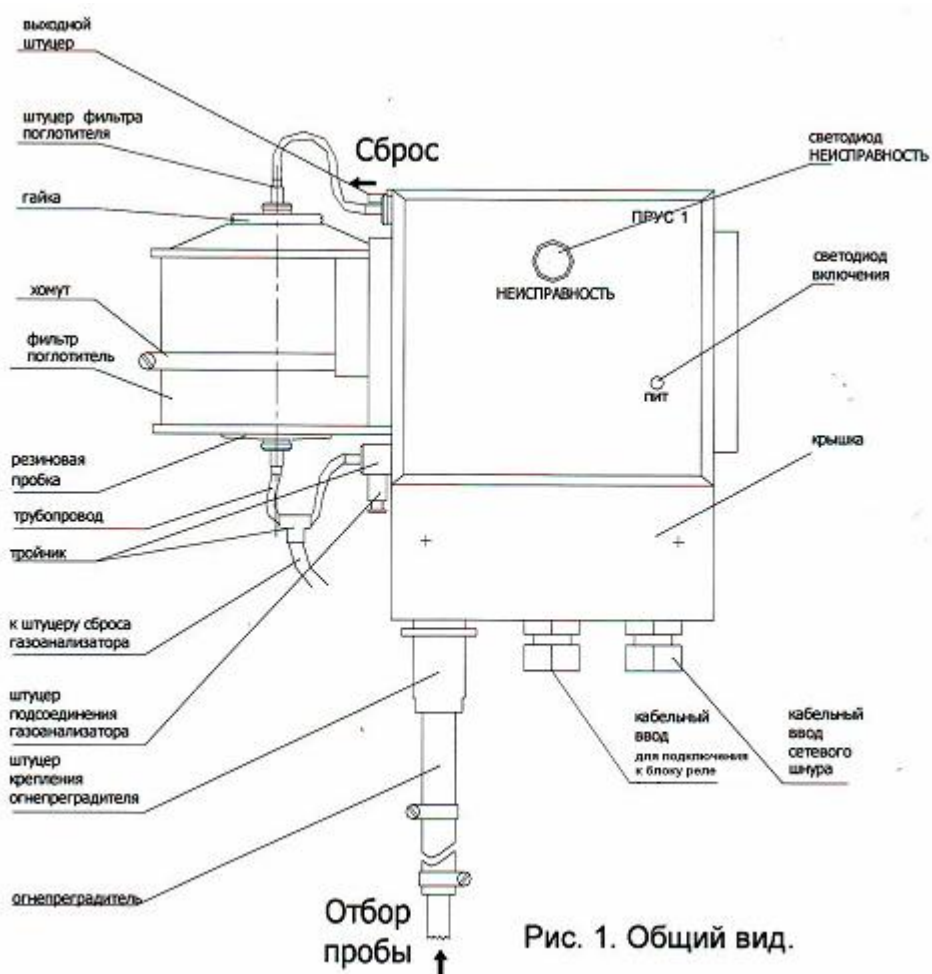
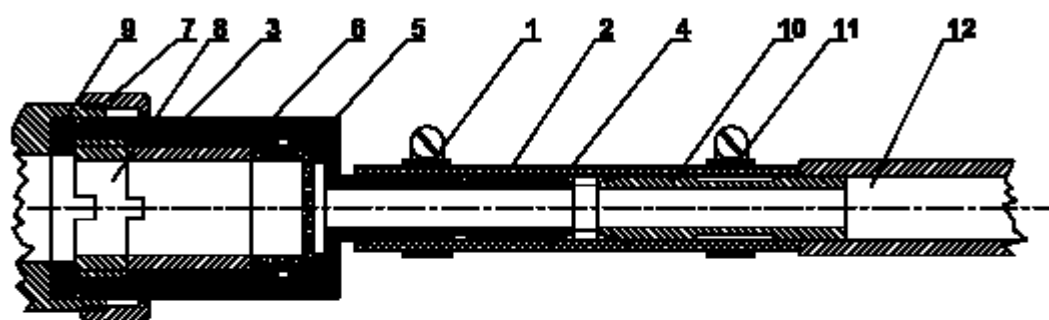

Рис. 1. Общий вид.
Рис. 3. Огнепреградитель
2.1.2.3. Соедините штуцер сброса газоанализатора тройника, расположенного на фильтре-поглотителе, со штуцером подсоединения газоанализатора, закрепленным на корпусе устройства (см. рис. 1), с помощью трубки и включите устройство, подключив сетевой шнур проверочный к сети. Должен загореться светодиод включения, светодиод НЕИСПРАВНОСТЬ в этом случае загореться не должен.
2.1.2.6. Подсоедините трубопровод вваренным штуцером к огнепреградителю и затяните хомут 11 (см. рис. 3).
2.2.1. Соедините вход газоанализатора со штуцером для подсоединения газоанализатора, закрепленным на корпусе устройства, а выход – со штуцером сброса газоанализатора тройка, расположенного на фильтре (см. рис. 1).
- ослабьте хомут 11 (см. рис. 3) и отсоедините трубопровод от огнепреградителя;
3.1.4. Для проверки герметичности газовых линий ослабьте хомут 1 на огнепреградителе (см. рис. 3), отсоедините огнепреградитель от фторопластовой трубки 2, заглушите штуцер 4 огнепреградителя и штуцер подсоединения газоанализатора, а к штуцеру выходному (см. рис. 1) подсоедините ротаметр, включите устройство. При этом должен загореться светодиод НЕИСПРАВНОСТЬ. Ротаметр должен показывать отсутствие расхода.